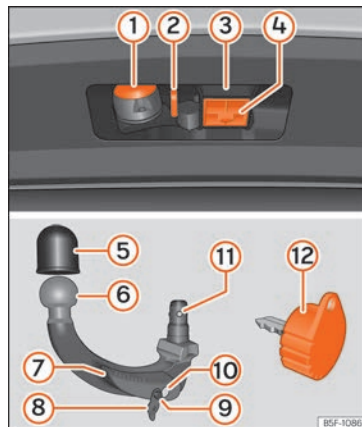

Fig. 251 Support du dispositif d'attelage pour remorque/boule amovible/clé
Légende de la » fig. 251
- Retirez le cache du logement du crochet (4) » fig. 251 vers le bas.